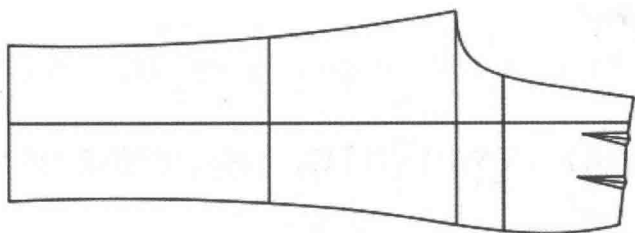

图 7-43 调顺后片腰口弧线
②选择  【智能笔】工具按着【Shift】键，右键框选前腰围基础线，点击开省线，出现省宽对话框，输入 2cm 省量，然后调顺腰口线 (图 7-43)。